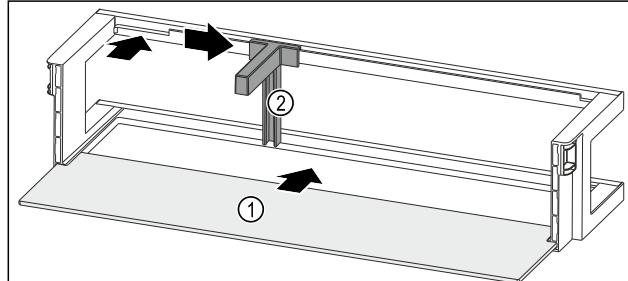

Fig. 51 Лотки на дверцятах з полицею
- Посуньте полицю Fig. 51 (1) у бічні пази.
- Вставте тримач пляшок Fig. 51 (2) у паз.
- Пересуньте тримач пляшок Fig. 51 (2) убік до бажаної позиції.